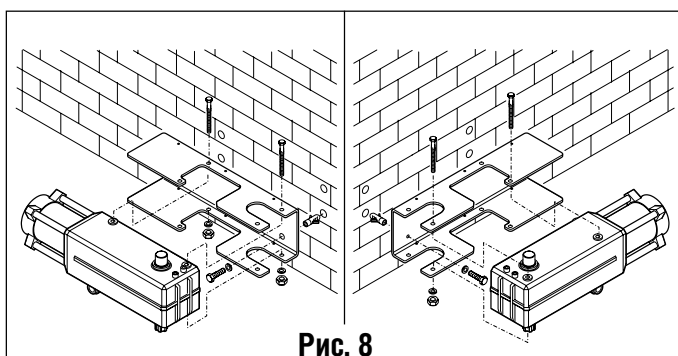

Рис. 8
6. Закрепите монтажное основание, используя анкерные болты, дюбельгвозди или саморезы диаметром 10 мм (рис. 8). Проверьте его горизонтальность.
7. Установите двигатель на монтажное основание и закрепите его двумя винтами из комплекта привода (Рис. 8).